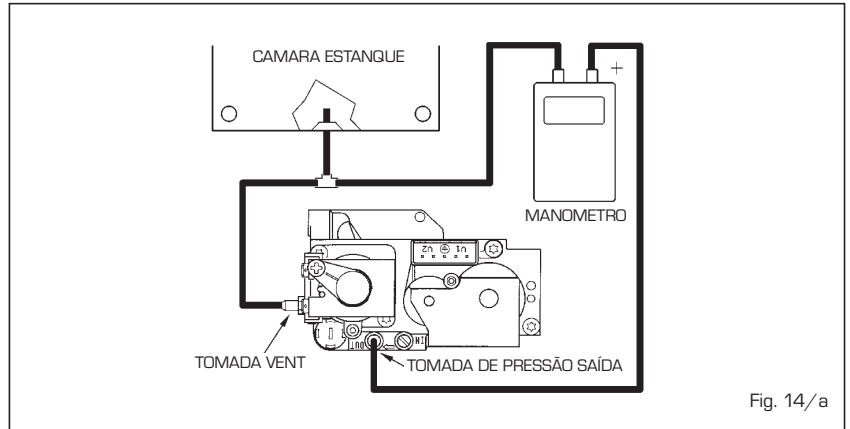

Fig. 14/a
4.2 VÁLVULA GÁS (fig. 14)
– Colegar o manómetro diferencial como indicado em fig. 14/a.
- **Variar o nível de pressão da acensão (STEP) da valvula de gaz posicionando o sinal do parafuso dependendo do tipo de gaz como è riportado na fig.14.**